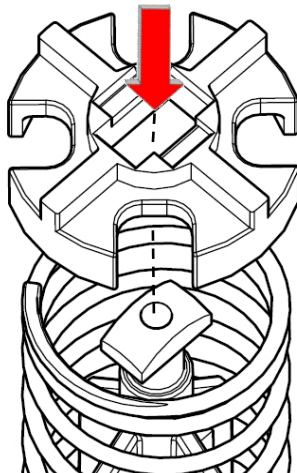

Figura 4
1. Con unas pinzas de puntas de aguja, coloque el sujetador de la válvula de derivación en la parte superior del resorte de la válvula de derivación. Alinee cuidadosamente la ranura en la parte superior del sujetador de la válvula de derivación con la lengüeta de bloqueo en la parte superior de la válvula de derivación (Figura 4).